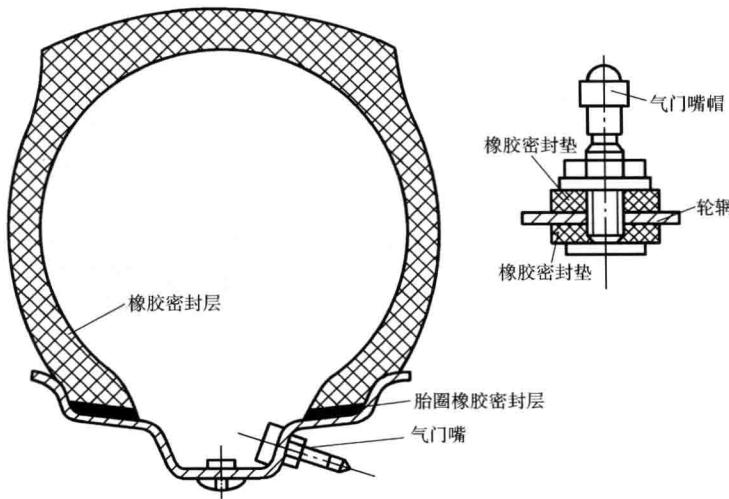

图 1-4 无内胎轮胎
(2) 无内胎轮胎外形与有内胎轮胎近似,如图 1-4 所示。